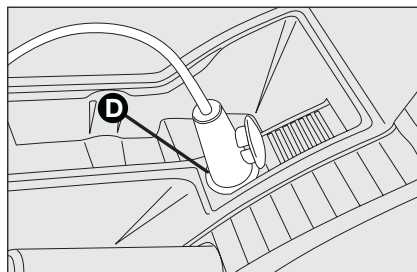
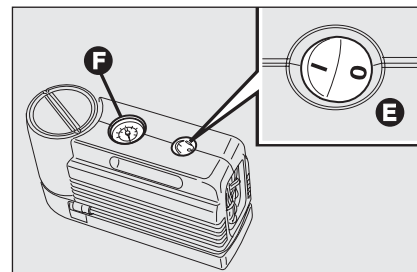

fig. 16
fig. 17
- assicurarsi che l'interruttore **E-fig. 17** del compressore sia in posizione **0** (spento), avviare il motore, inserire la spina **D-fig. 16** nella presa accendisigari e azionare il compressore portando l'interruttore **E-fig. 17** in posizione **I** (acceso). Gonfiare il pneumatico alla pressione prescritta nel paragrafo "Pressioni di gonfiaggio a freddo" del capitolo "Dati tecnici". Per ottenere una lettura più precisa, si consiglia di verificare il valore della pressione sul manometro **F-fig. 17** con il compressore spento;